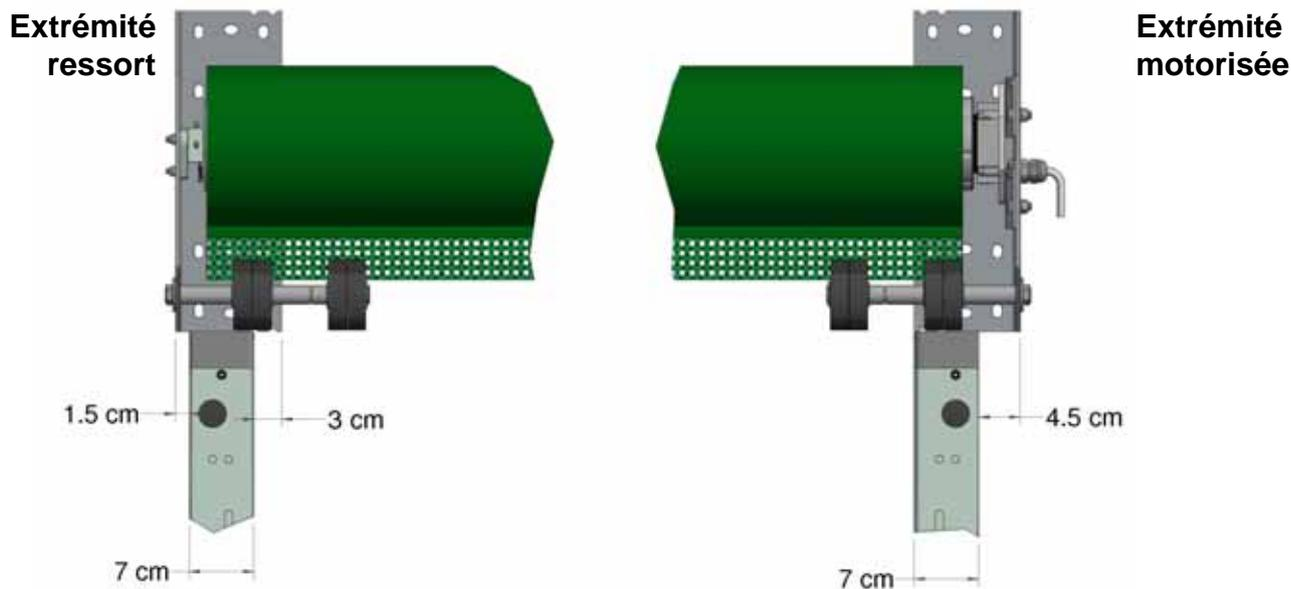

Figure 11a, emplacement du rail de guidage
10. Fixez les rails de guidage au bâtiment à l'aide de fixations M8 distantes de 100 cm entre axes. Si les rails sont fournis en longueurs partielles, alignez chaque section à l'aide des goupilles de jointement (I2) fournies (figure 11a et figure 11b).